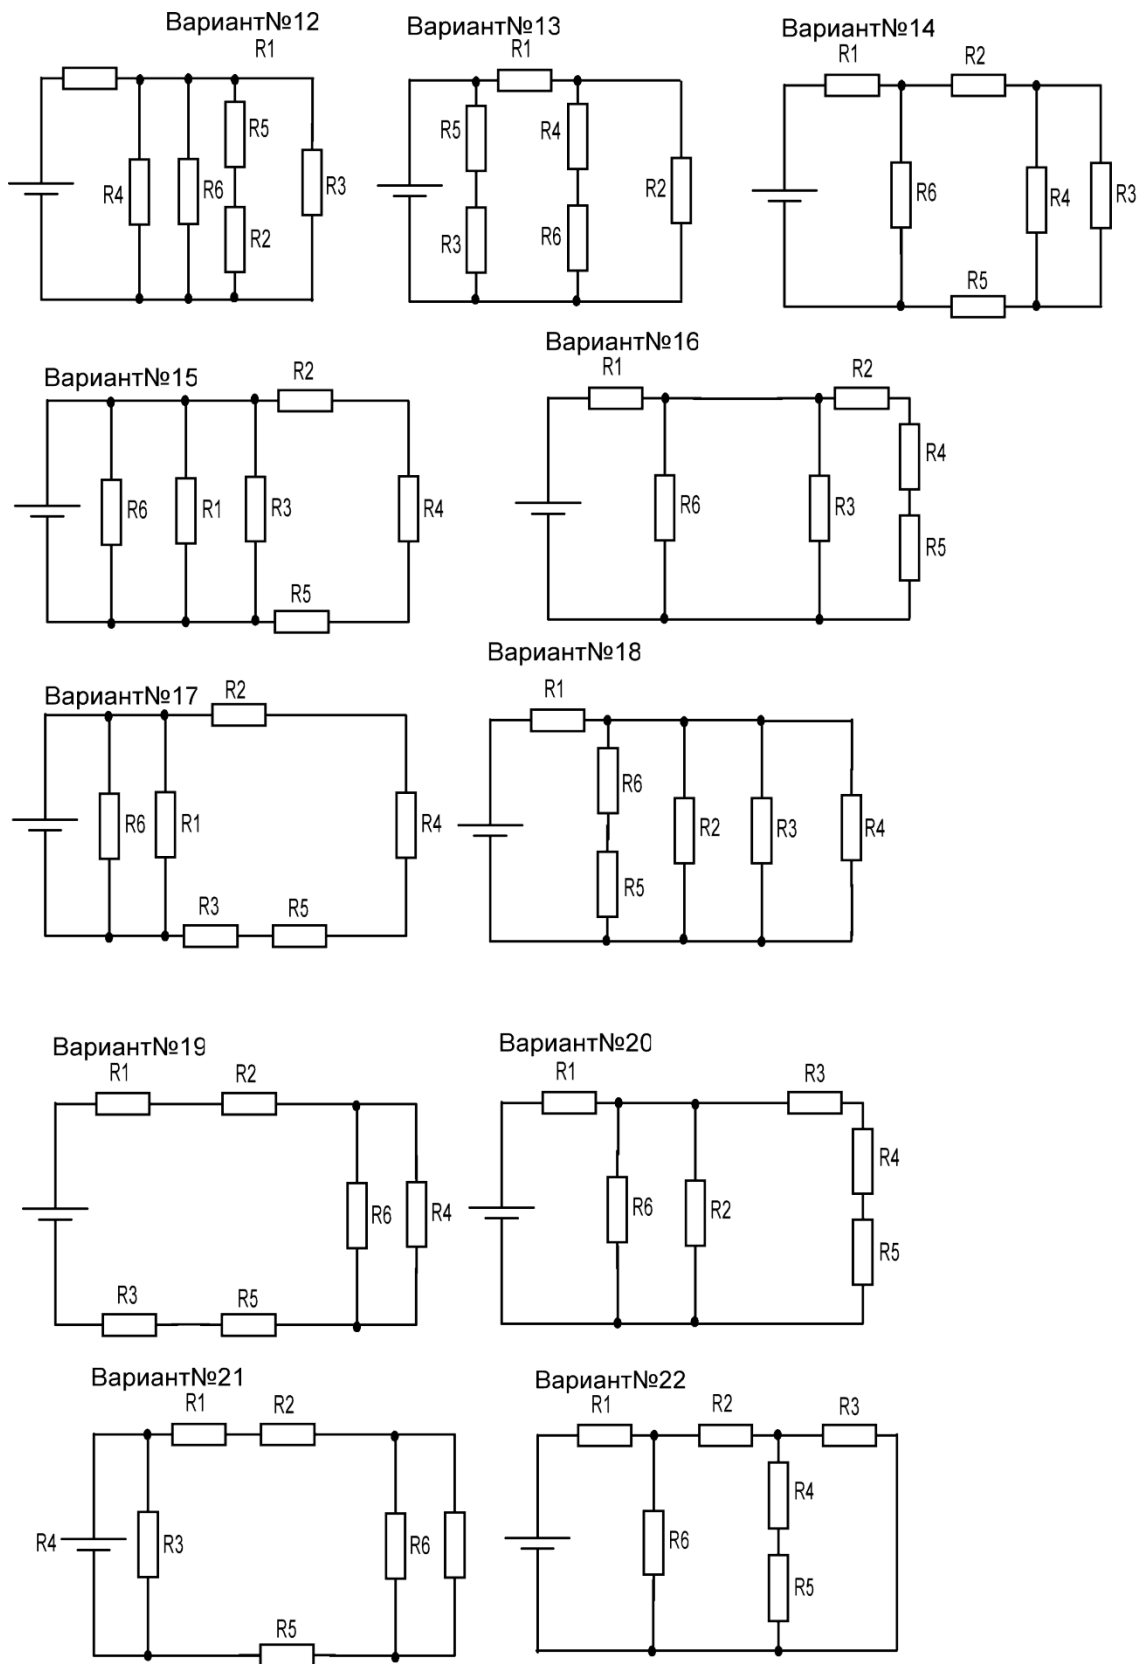

Рис.2
1. Определить эквивалентное сопротивление электрической цепи. Вариант задания выбрать из таблицы 1 исходя из порядкового номера списка обучающихся в журнале. Схему выбрать в соответствии со своим вариантом (Рис.1, Рис.2).